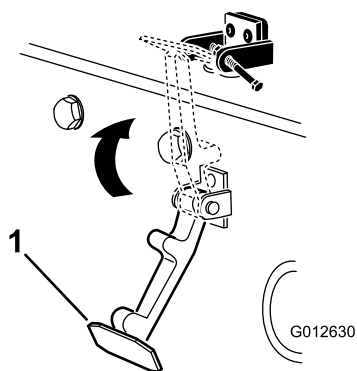

Рисунок 8
7. Введите защелку в зацепление с кронштейном защелки капота (Рисунок 8).